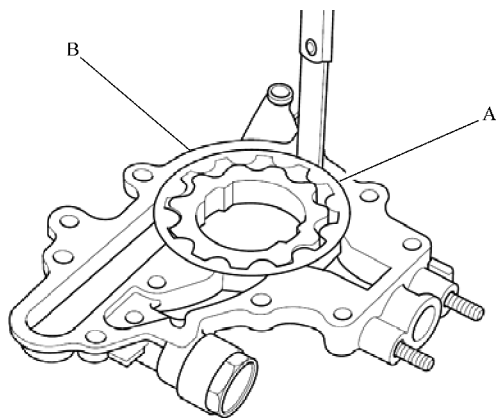

图 22-14 测量外转子与壳体之间的径向间隙
4) 检查外转子 A 和泵壳体 B 之间的径向间隙, 如图 22-14 所示。如果泵壳体至外转子的径向间隙超出维修极限 (0.20mm), 则更换机油泵总成。